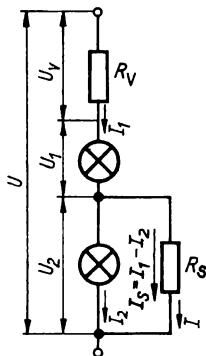

Bild 126
- 7.22** Die Schaltung erfordert folgende Überlegungen: An der Ersatzlampe fällt eine zu geringe Spannung ab. Ihr ist ein Widerstand vorzuschalten. Da $P = UI$ bzw. $I = P/U$ ist, benötigt die Ersatzlampe bei geringerem Spannungsabfall eine größere Stromstärke als die Originallampe für die gleiche Leistung. Die Differenz der Stromstärken muß durch einen Nebenwiderstand (Shunt) zur Originallampe aufgenommen werden (Bild 126).